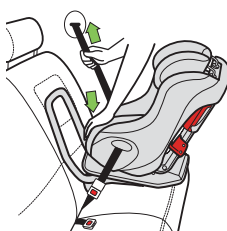
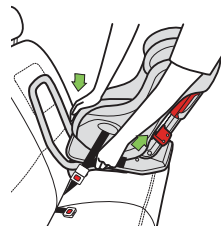

Figura 66
Figura 67
- Presione el centro del asiento de seguridad para oprimir el cojín del vehículo y tire de la porción de hombro del cinturón de regazo y hombro a fin de apretarlo, como se muestra en la **figura 66**, o bien, del extremo del cinturón de regazo (solamente si se utiliza el cinturón de solo regazo), como se muestra en la **figura 67**.